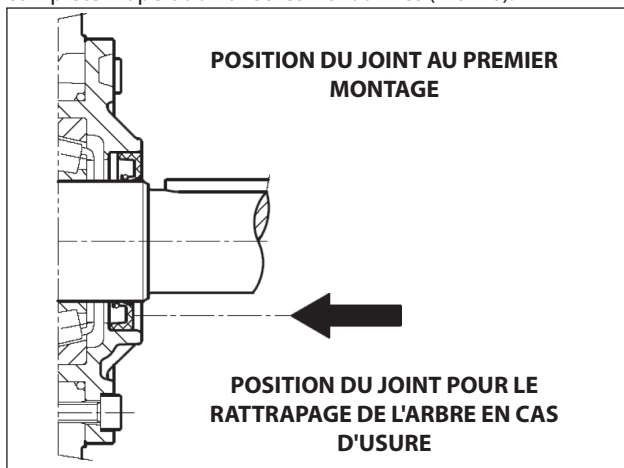

Fig. 7
- Avant de procéder au montage du couvercle latéral côté P.T.O., vérifier les conditions de la lèvre d'étanchéité du joint radial et de la zone de contact relative sur l'arbre. S'il s'avère nécessaire de remplacer le joint, placer le nouveau en utilisant l'outil approprié (réf. 27904500) comme le montre la Fig. 7.
**Si l'arbre de la pompe présente une usure diamétrale dans la zone de contact avec la lèvre d'étanchéité, afin d'éviter l'opération de rattrapage, il est possible de repositionner le joint en butée avec le couvercle, comme l'indique la Fig. 7.**